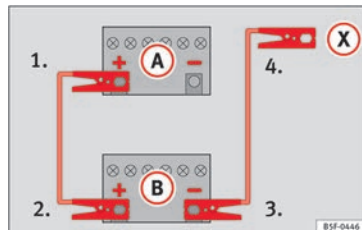

Fig. 69 Esquema de conexión para vehículos sin sistema Start-Stop.
2. Emborne un extremo del cable *rojo* de emergencia al polo positivo (+) del vehículo con la batería descargada (A) »» fig. 69.
3. Emborne el otro extremo del cable *rojo* de emergencia al polo positivo (+) del vehículo que suministra la corriente (B).
4. *En los vehículos sin sistema Start-Stop:* emborne un extremo del cable *negro* de emergencia al polo negativo (-) del vehículo que suministra la corriente (B) »» fig. 69.